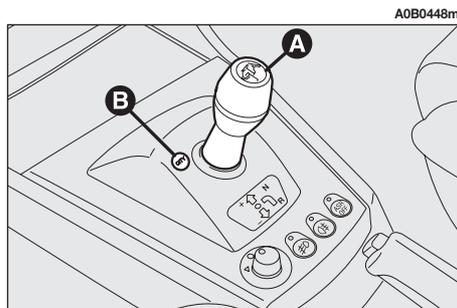
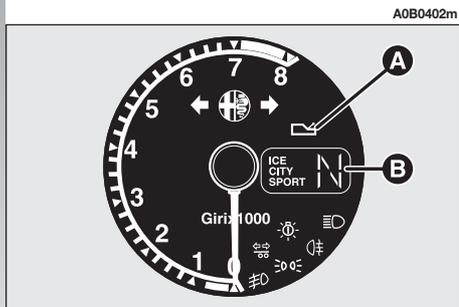

fig. 114
fig. 116
Il cambio delle marce avviene tramite la leva di comando (**A-fig. 114**) di tipo flottante ad "unica posizione centrale stabile". Agendo sulla stessa è possibile richiedere l'incremento/decremento del rapporto marcia innestato e/o l'inserimento della retromarcia (**R**) o del folle (**N**).
– la seconda di tipo automatico, definita **CITY** (con questa modalità selezionata tramite il pulsante **B-fig. 114**, la scritta **CITY** compare sul display posto sul contagiri **fig. 116**). Con questa modalità il sistema decide direttamente quando effettuare il cambio marcia.
L'indicazione della marcia inserita (**fig. 116**) è sempre riportata sul display indipendentemente dalla modalità selezionata.
Una spia di avaria (**A-fig. 116**) accompagnata da una segnalazione acustica richiama l'attenzione del guidatore in caso di anomalie al cambio Selespeed.
Ruotando la chiave d'avviamento in posizione **MAR**, si illuminano tutti i segmenti del display marce (**B-fig. 116**), la spia di avaria cambio (**A-fig. 116**) e la scritta **CITY**. Dopo circa un secondo, il display visualizza la marcia innestata (**N, 1, 2, 3, 4, 5, 6, R**); da questo momento il sistema Selespeed accetta i comandi di cambio marcia.